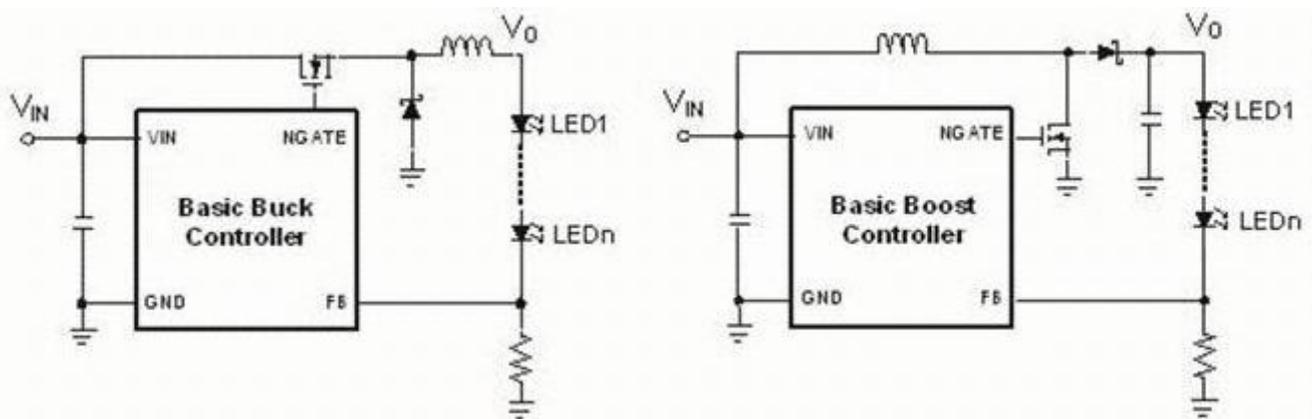

图 1: 带有 V_o 计算的 Bulk 和 BoostLED 驱动:
在峰值电流模式控制中，负载阻抗对 DC 增益和控制到输出转换函数的低频极点有很大影响。对电压调节器来说，负载阻抗由输出电压与输出电流的比值来决定。LED 是个拥有动态电阻的二极管。这个动态电阻只能通过做出 VF(IF) 曲线，然后用切线来找到希望的前向电流的斜率来决定。如图 1 所示，电流调节器使用负载本身来作为反馈分频器来闭环。这就使 DC 增益降低了 $(RSNS / (RSNS + rD))$ 倍。